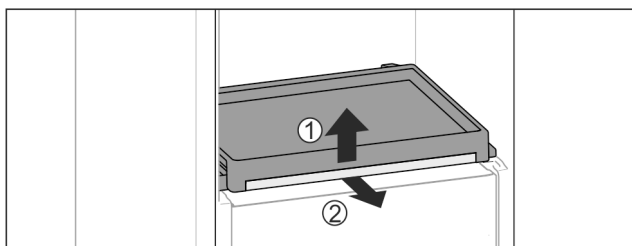

Fig. 77
- ▶ Vyberte vyťahovaciu poličku so sklenou doskou: Vpredu zľahka nadvihnite sklenú dosku Fig. 77 (1) a vytiahnite ju smerom dopredu Fig. 77 (2).